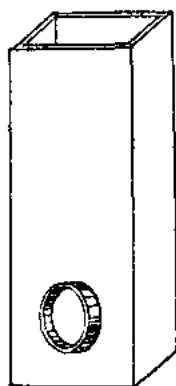
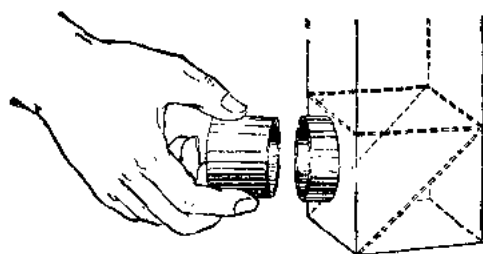

图 4
图 5
5. 按图 4 所示, 将五块小木块钉起来, 并在铅画纸筒处插入镜头(图 5), 使镜头能自由伸缩调节焦距。